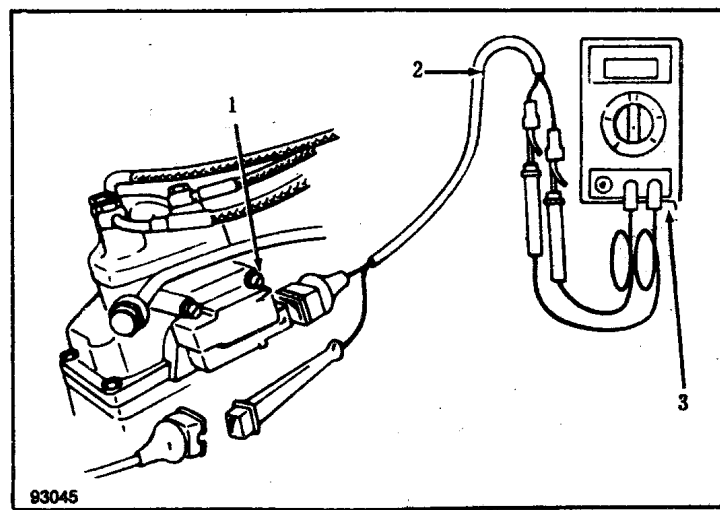

图1-1 发动零部件检查方法
2) 用检查连接器 (VW1363/3) 把调整测试仪表连接在测量管上, 再用检查连接器 (VW1316A/1) 把万用表 (μ s1119) 连接在压差调节器上。参见图1-1。
4) 对于所有的车型来说,用检查连接器(VW1315A/1)把各个不同的压力调节器与万用表连接在一起(参见图1-1),使万用表指针处于正常运转的温度。